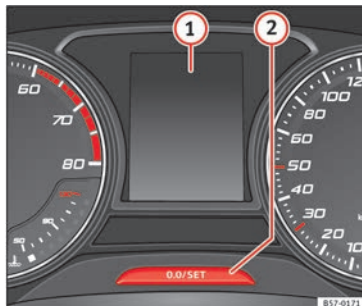

Fig. 39 Painel de instrumentos
» Fig. 39 ①.
Mantenha pressionado o botão **[0.0/SET]** durante mais de 5 segundos para consultar a mensagem de serviço ➡ **Fig. 39 ②**.
- Apague o contacto, pressione e mantenha pressionado o botão **[0.0/SET]** ➡ **Fig. 39 ②**.